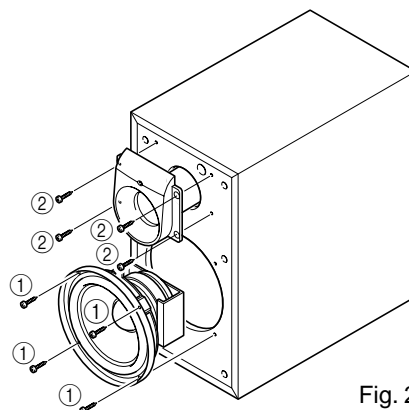

Fig. 2
- Remove 4 screws (①) in Fig. 2, and remove the Driver unit.
- Remove 4 screws (②) and pull out the port section forward. LED can then be replaced.
- ①のネジ4本を外し、スピーカーを外します。(Fig. 2)
- ②のネジ4本を外し、ポート部分を手前に引き出すとLEDの交換ができます。